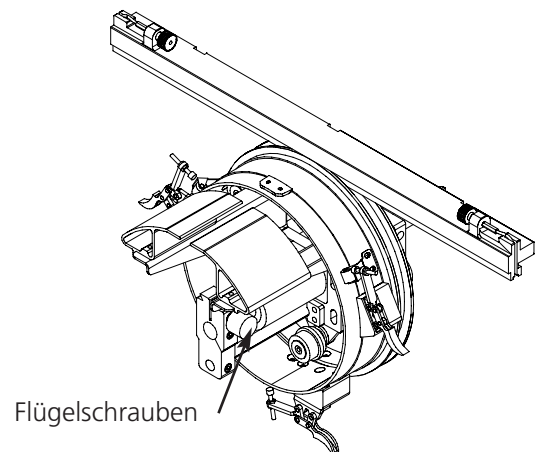

Abbildung 3-8
6. Die Flügelschraube an der männlichen Schwalbenschwanzschelle am Kappenrahmenantrieb lösen (Abb. 3-8).